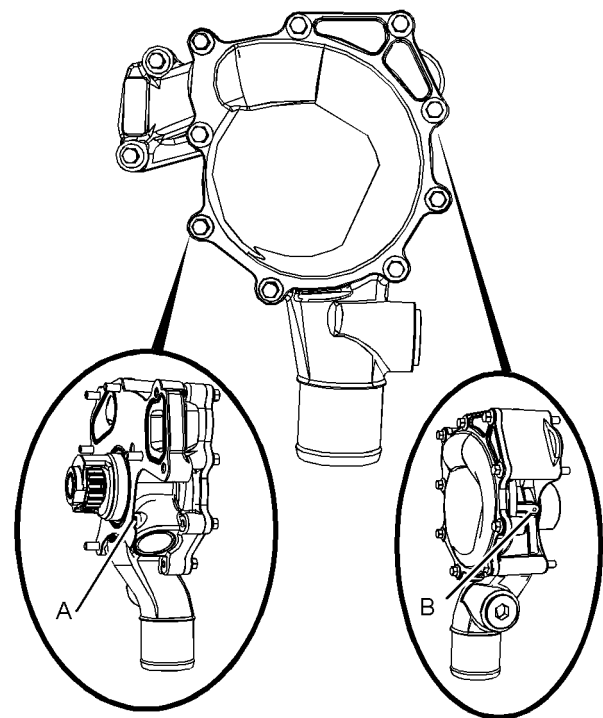

Abbildung 79
- (A) Ablauföffnung
- (B) Entlüftungsöffnung
**Anmerkung:** Die Wasserpumpendichtungen werden durch das Kühlmittel im Kühlsystem geschmiert. Eine geringe Leckage ist normal. Siehe Abbildung 79 für Details zur Position der Ablauf- und Entlüftungsöffnung.